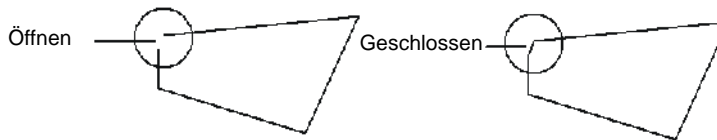

Abbildung 11-2. Multilini-Zeichnung: geschlossene Form
3. Wählen Sie im Register **Allgemein** die Option **Form schließen**. Das Multilini-Objekt wird automatisch geschlossen. Abbildung 11-2 stellt eine offene und eine geschlossene Multilini-Form dar.